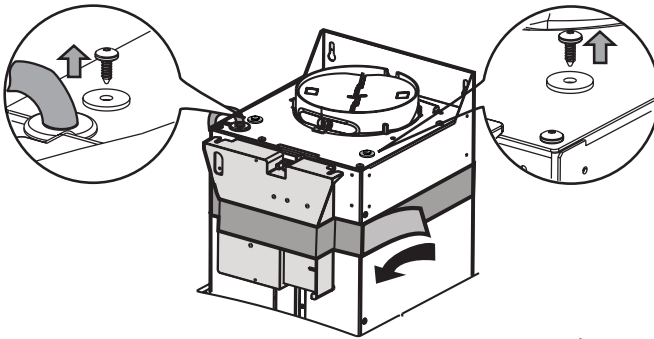

Bild 6a
- Das Elektronikgehäuse mit 2 Schrauben installieren. **Bild 6a-b-c**